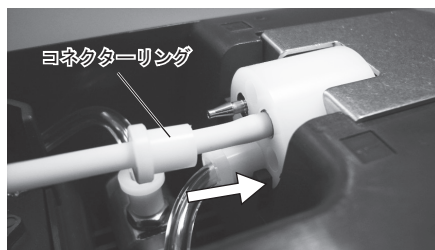

図43
- 8) ポンプチューブを取り外しと逆の手順で取り付け、コネクターリングを奥までしっかり挿し込んでください。(図 43)